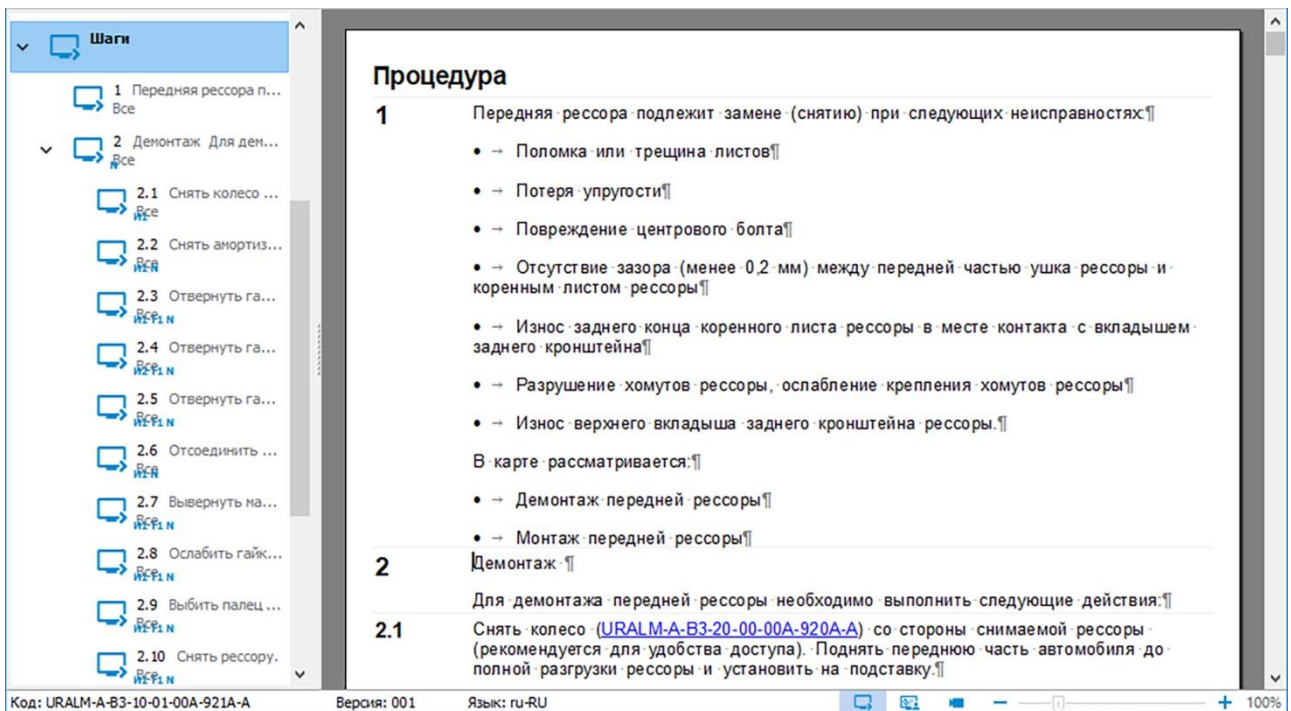

Рисунок 384
6) Подобным образом создайте все операции и подоперации (рисунок 384).